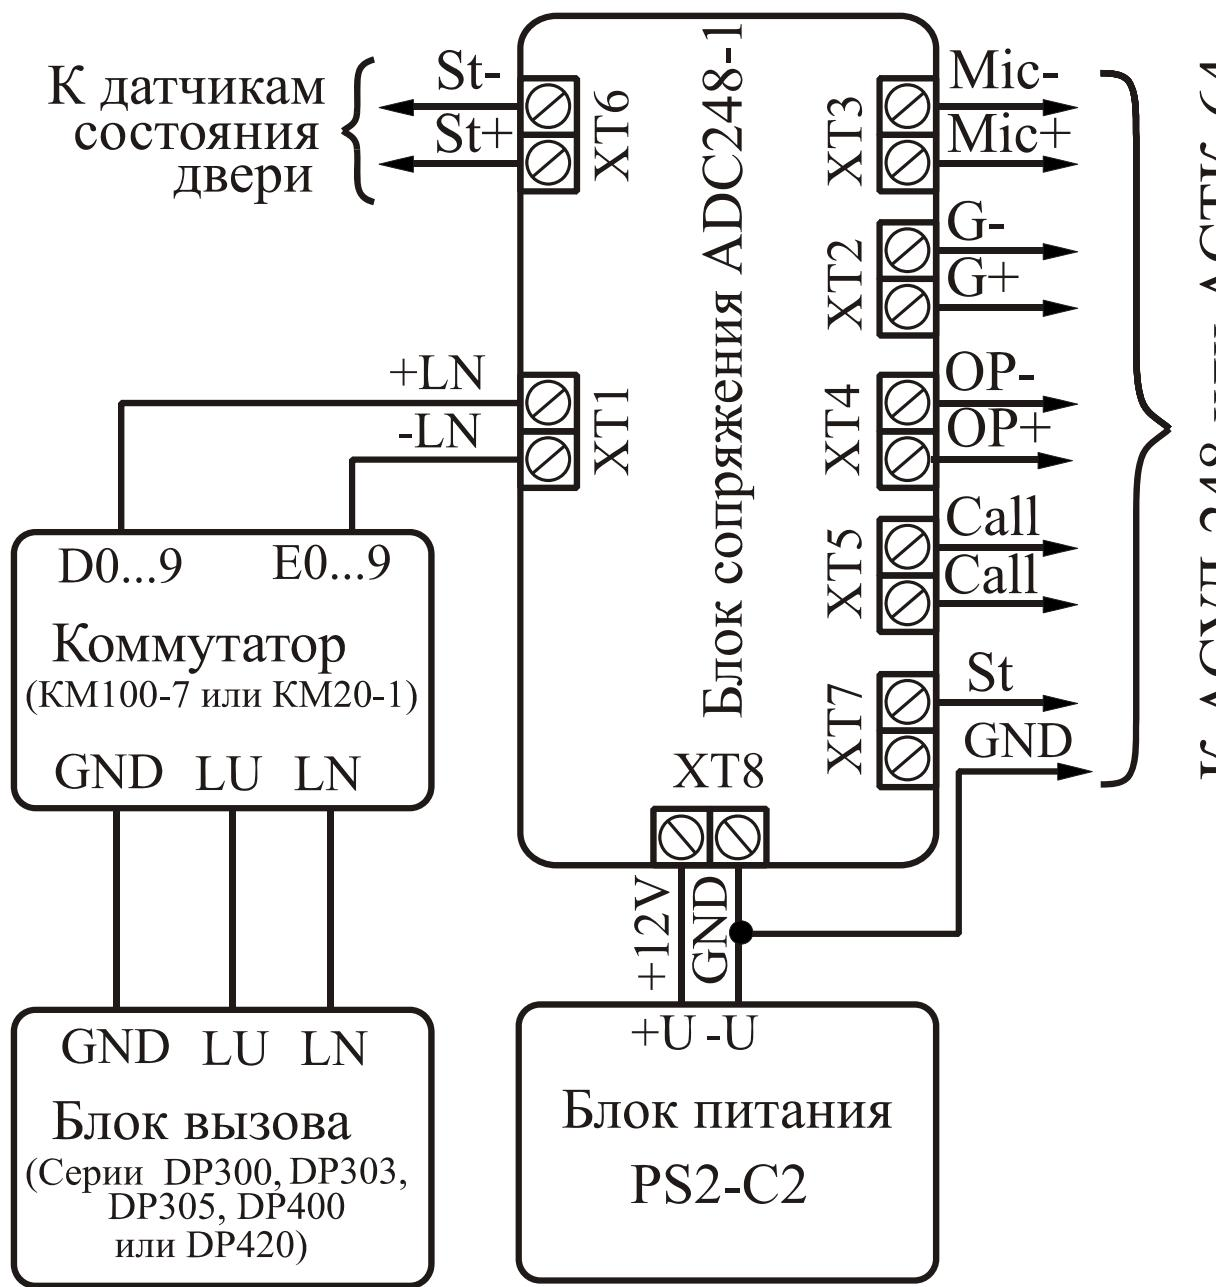

Рис.3 Схема подключения ADC248-1 к АСУД и домофонным комплексам.
7.2.2 В таблице 2 представлены позиционное и условное обозначения контактов разъемов ADC248-1, их функциональное назначение. На рис.3 показана схема подключения ADC248-1 к АСУД и домофонным комплексам. На рис.4 показана схема подключения ADC248-1 к АСУД и ППКОП "ФОРПОСТ" или ППКУОП "ELTIS GORN". На рис.5 показана схема соединения ADC248-1 с АСУД.